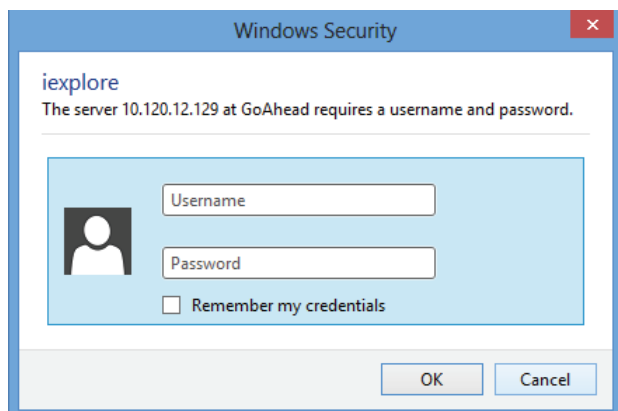

figura 37.7: Ventana de conexión
- 4 Haga clic en el botón *Continue* para acceder a la interfaz web. Se mostrará una pantalla similar a la indicada en figura 37.7.